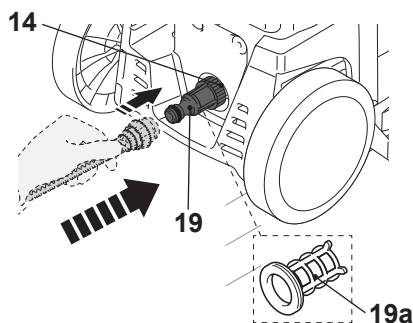

Fig. 11
- > Atașați adaptorul racordului de apă la furtun (19) la racordul de apă (14).
- > Atașați un furtun de apă adecvat (nu este inclus) pe alimentarea cu apă și apoi celălalt capăt pe adaptorul racordului de apă la furtun (19) (Fig.11).